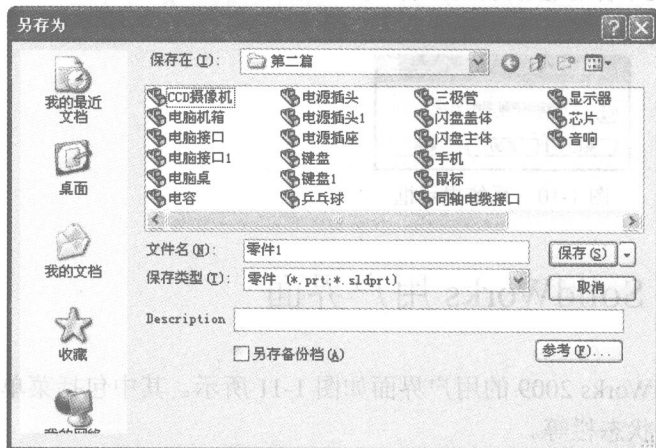

图 1-7 “另存为”对话框
(1) 执行命令。在菜单栏中选择“文件”→“保存”命令，或者单击“保存”图标按钮，执行保存文件命令。
(2) 设置保存类型。此时系统弹出如图 1-7 所示的“另存为”对话框。在对话框中的“保存在”一栏用于选择文件存放的文件夹；“文件名”一栏用于输入要保存的文件名称；“保存类型”一栏用于选择所保存文件的类型。通常情况下，在不同的工作模式下，系统
在图 1-7 所示的“另存为”对话框中，可以文件保存的同时保存一份备份文件。保存备份文件，需要预先设置保存的文件目录。设置备份文件保存目录的步骤如下：